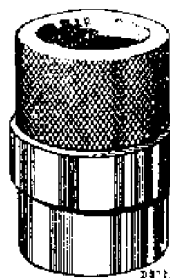

Fig. 9
Men heeft een mal nodig volgens fig. 9. (Code Nr. 09.991.022). De conus wordt verwijderd en de mal in de luchtspleet geplaatst. De binnenomtrek van de conusdrager teekent men zoo goed mogelijk op de voorplaat (pos. 107) af, men draait de moeren van de 3 bouten af en zet de luidspreker op de achterplaat (denk aan punt 2!). Bij montage neemt men de mal eerst uit de luchtspleet als de 3 trekbouten stevig aangehaald zijn. Ook als de kern niet meer goed gecentreerd is in de opening in de voorplaat heeft men een mal nodig.